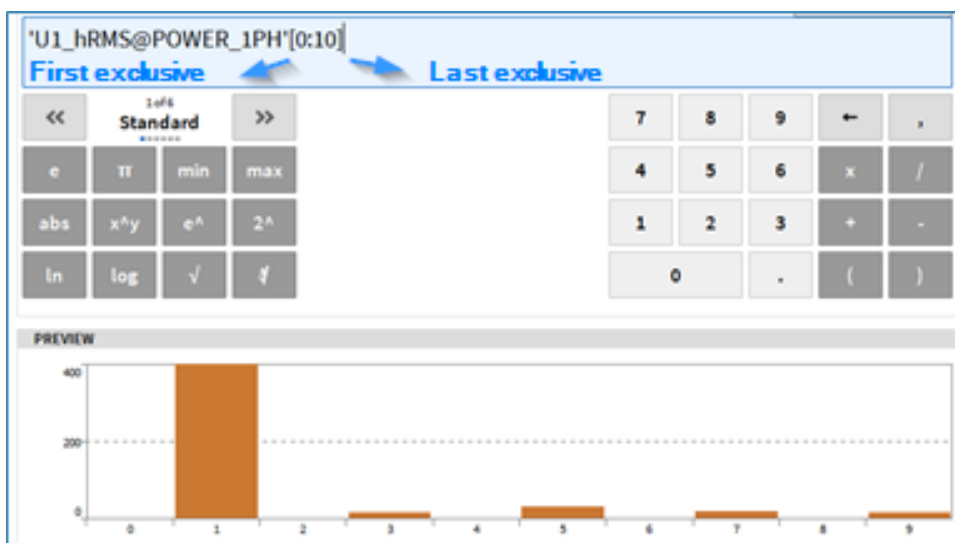

Abb. 7.74: Extraktion mehrerer benachbarter Elemente
- Beim Extrahieren mehrerer benachbarter Elemente der erste angegebene Index immer inklusiv und der letzte immer exklusiv ist (siehe Abb. 7.74)
- Extraktion mehrerer benachbarter Elemente (siehe Abb. 7.74). Die Ausgabe ist ein Array-Kanal mit der Anzahl der extrahierten Elemente als neue Dimension.